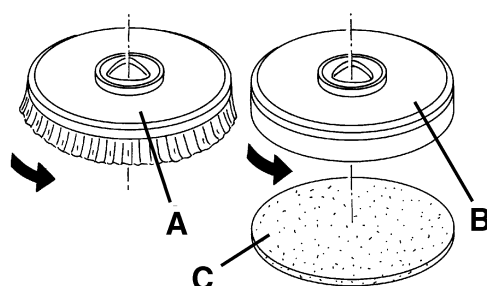

Figure 2
1. Sur la machine, et la brosse (A, Fig. 2) et le plateau support disque (B) avec disque (C) peuvent être installés, en fonction du traitement à effectuer sur le sol.
2. (Uniquement pour Adfinity™ 17ST - 20ST) Appuyer sur les boutons-poussoirs (71) et/ou (73) pour arrêter la machine. (Uniquement pour Adfinity™ X20R) Introduire la clé de contact de la machine (80) et la tourner sur "0". Le disque ou la brosse sont fixés à disque menant au moyen du velcro. Pour fixer le disque ou la brosse : soulever et bloquer le groupe tête en position soulevée en appuyant sur la pédale (11). Fixer le disque ou la brosse en l'alignant avec le disque menant et en y appuyant manuellement avec force. Pour enlever le disque ou la brosse : saisir fermement le disque ou la brosse et tirer vers le bas.
3. Positionner la brosse (A) ou le plateau support disque (B) sous la tête (18).
4. Baisser la tête sur la brosse / plateau support disque en appuyant sur la pédale (11).
5. Appuyer sur les interrupteurs de la brosse / plateau support disque (71) et du système d'aspiration (73).
7. Pour déposer la brosse / plateau support disque, il est nécessaire de soulever la tête en appuyant sur la pédale (11), puis appuyer sur le bouton-poussoir (71) et attendre jusqu'à ce que la brosse / plateau support disque tombe au sol.